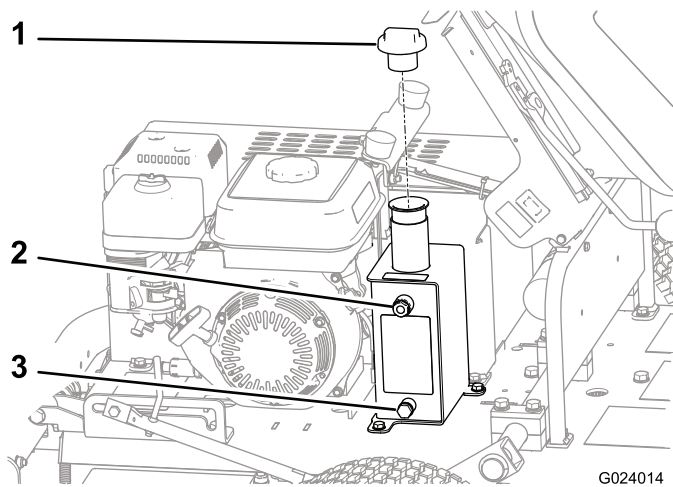

Figura 34
3. Localize a janela (Figura 34) na lateral do reservatório do fluido hidráulico.
4. Se o nível do fluido for baixo, retire a tampa do reservatório (Figura 34) e adicione fluido suficiente para o fazer subir até ao nível adequado na janela.
1. Coloque um recipiente adequado debaixo do tampão de escoamento do reservatório (Figura 34).
2. Retire o tampão de escoamento da parte lateral do reservatório (Figura 34).
8. Retire a tampa do reservatório de fluido (Figura 34).